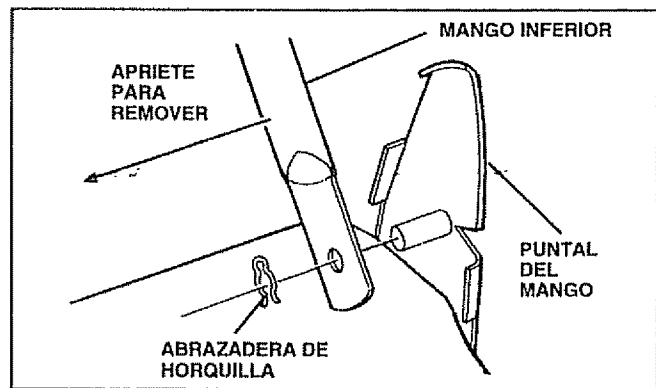

FIG. 17
- Desconecte el mango inferior de los puntales del mango (Vea la Fig. 17).